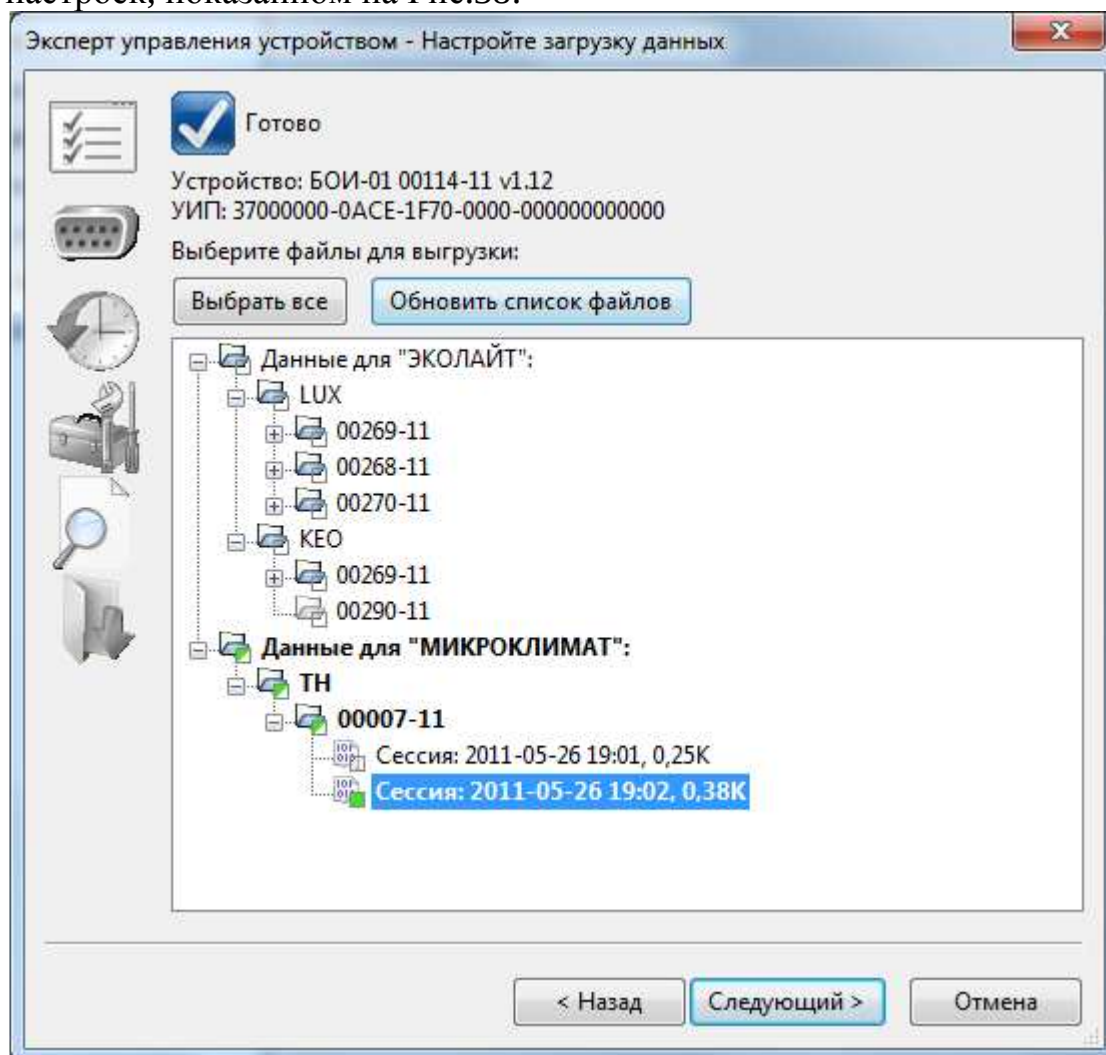

Рис.38 – Окно настройки загрузки данных из БОИ-01
2.10.4.5. **Настройка загрузки БОИ-01** производится в соответствующем окне настроек, показанном на Рис.38: